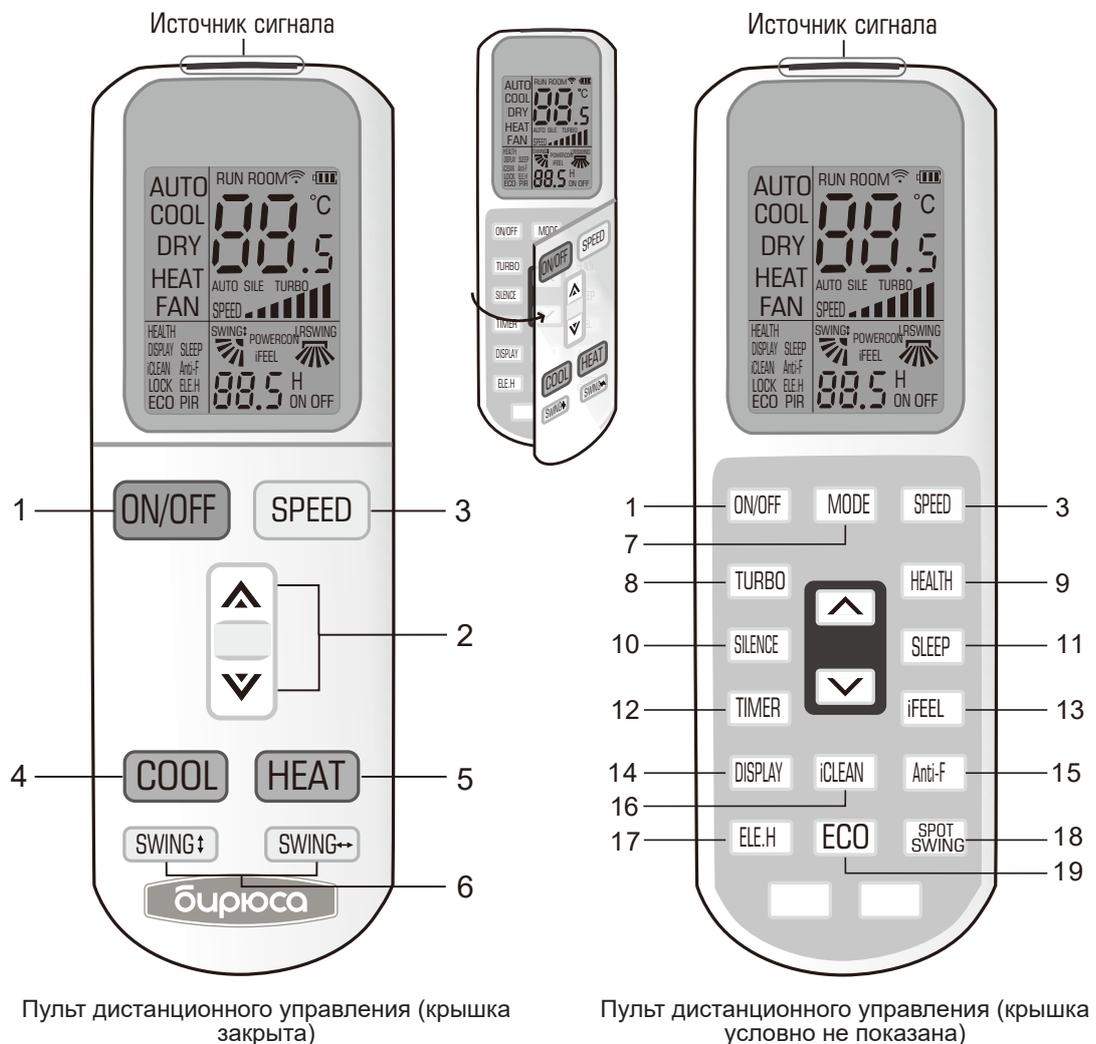

Рисунок 5 - Пульт дистанционного управления кондиционером
- Для управления кондиционерами с внутренними блоками кассетного, напольно-потолочного и настенного типа применяется инфракрасный пульт дистанционного управления (ПДУ) (см. рис. 5).